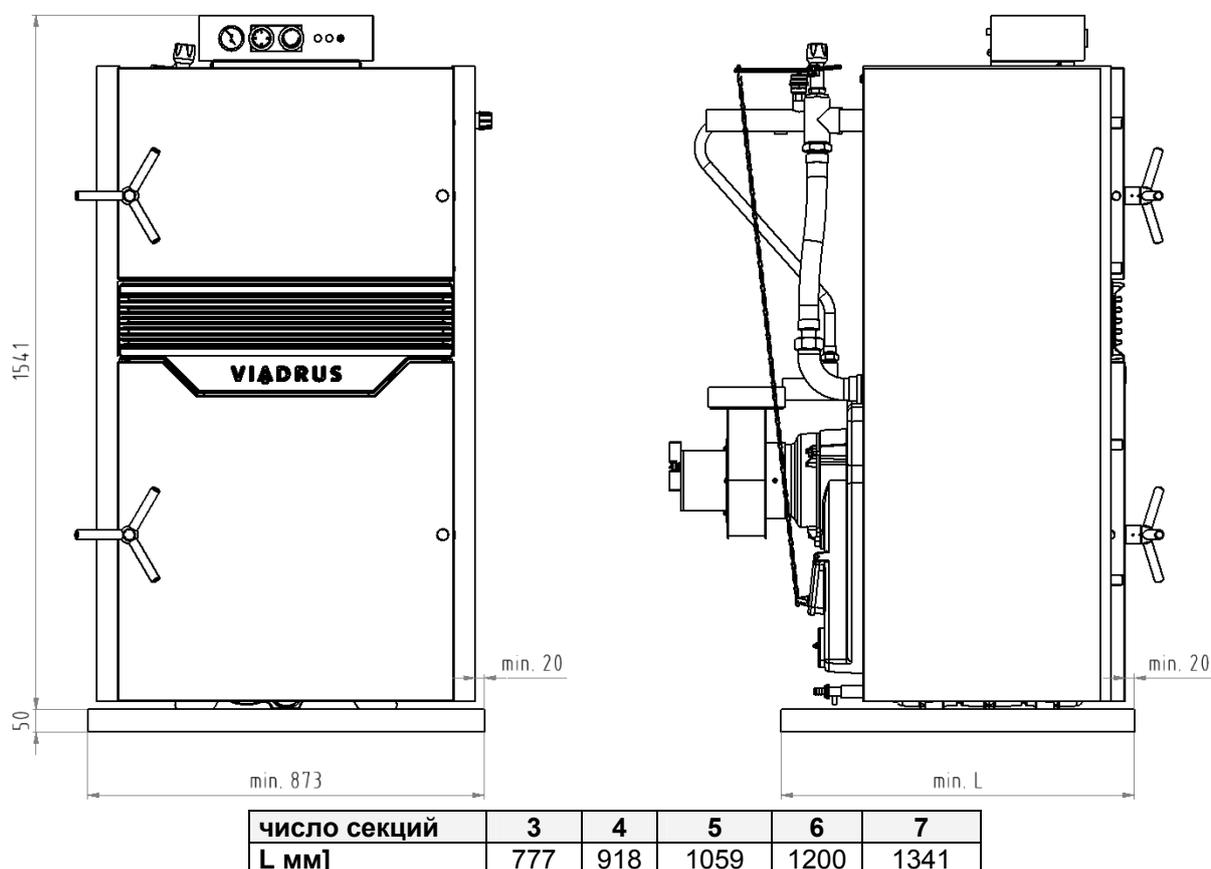

Рис. 6 Размеры цоколя
- котел установить на негорючую подложку, выходящую за пределы основания котла по сторонам на 20 мм (см.рис. 6).
- если котел расположен в подвале, рекомендуем его установить на цоколь, высотой минимально 50 мм (см.рис. 6).
- котел расположить в середине цоколя (см.рис. 6).